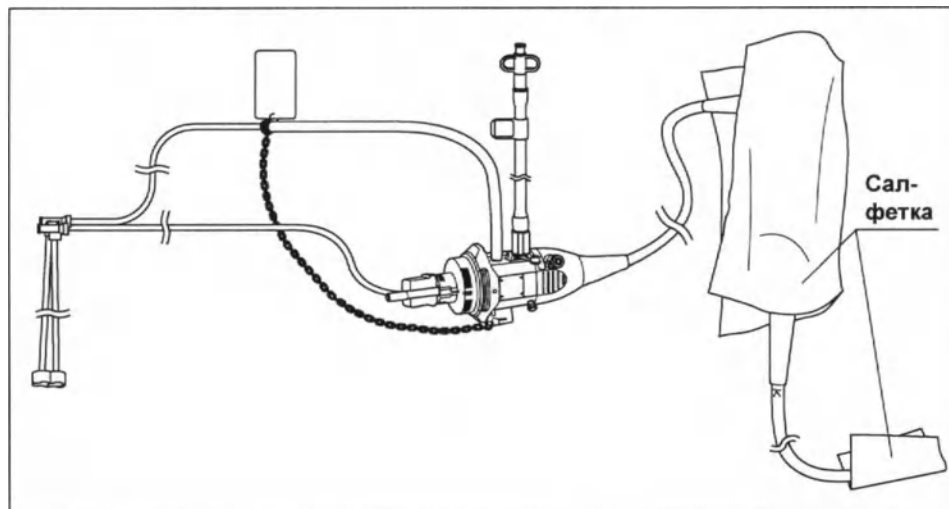

Рис. 5.71
- 4** Накройте дистальный конец и блок управления эндоскопа стерильной безворсовой салфеткой для предотвращения попадания брызг спирта из устьев каналов. (см. рис. 5.71)